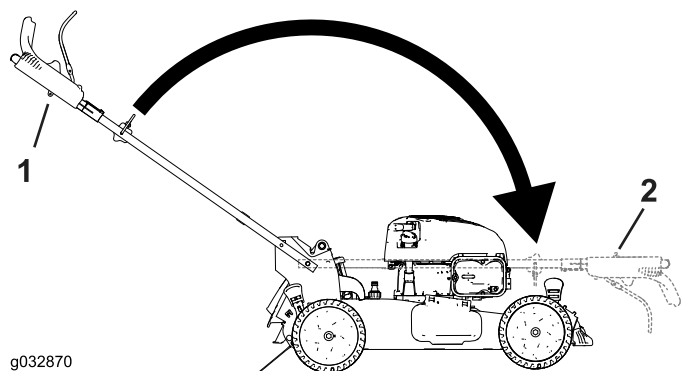

Figure 29
3. Repliez le guidon en le faisant pivoter en avant (Figure 29).